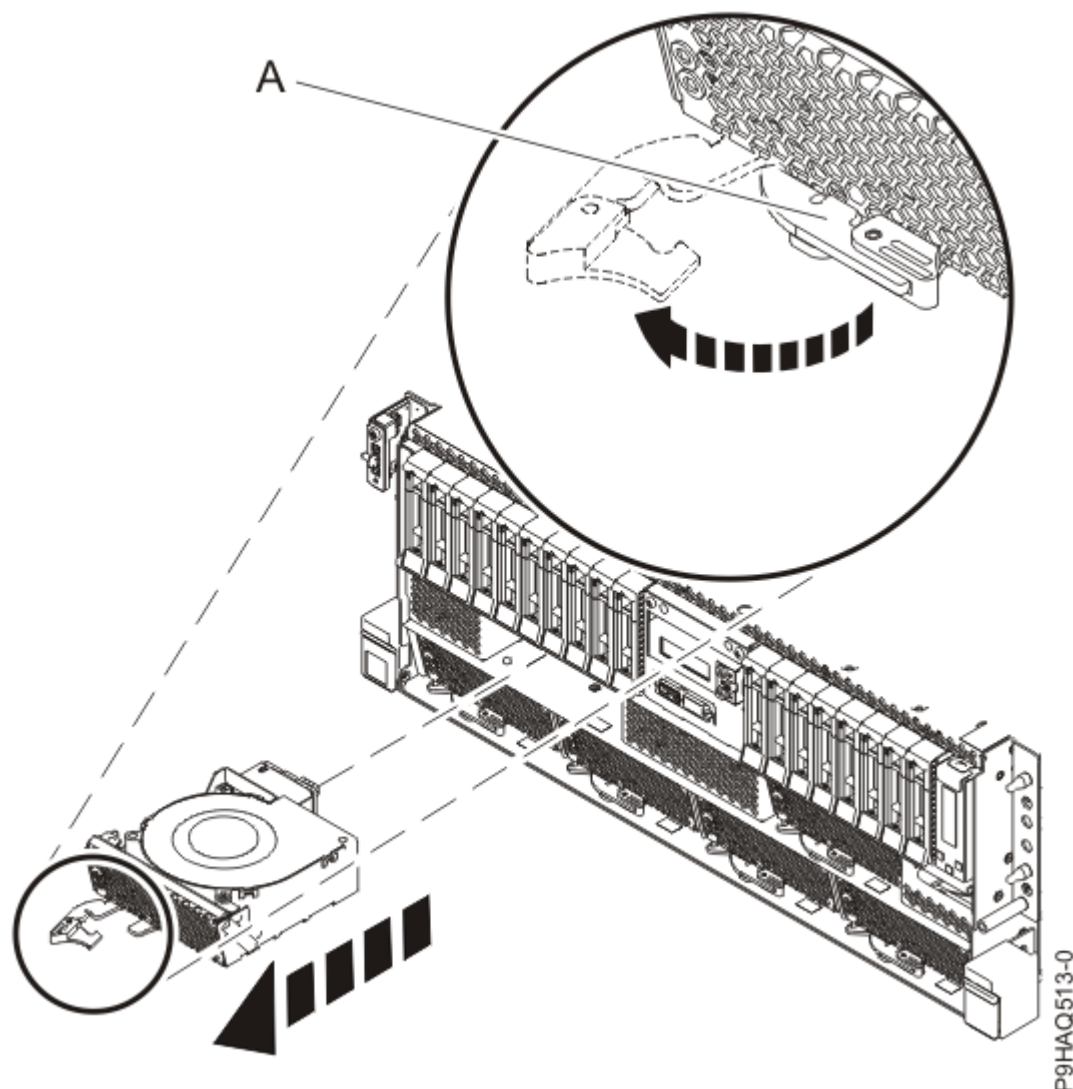

図 10. システムからのファンの取り外し
- a) ラッチ (13 ページの図 10 の (A)) の前面に親指を押し当て、ラッチの裏側に人差し指を当てます。
- c) ハンドルを、13 ページの図 10 に示されている方向に回転させて、ファンをスロットからアンロックします。
- d) ハンドルをつかんだまま、ファンの底部をもう一方の手で支えながらファンをスロットから引き出します (13 ページの図 10 を参照)。